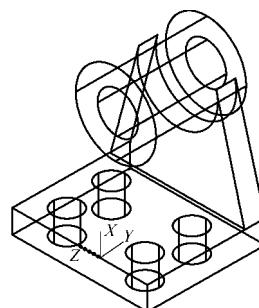

图 13-21 新建 UCS
13) 新建 UCS。新建 UCS，如图 13-21 所示（将原 UCS 移动到对应边的中点，绕 X 周旋转 90°）。